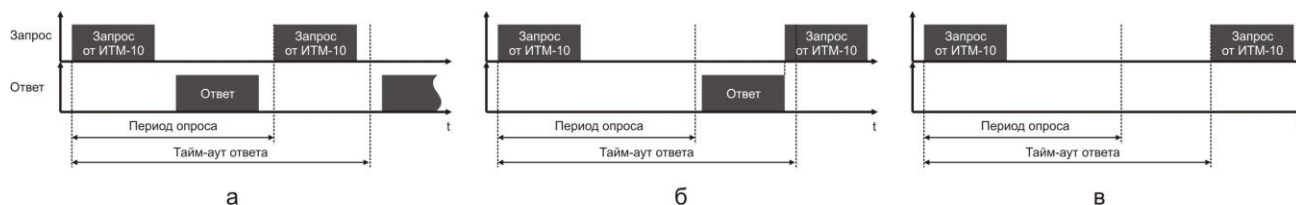

Рисунок 7.2 - Временные диаграммы приема-передачи данных ИМТ-10 в режиме MASTER
- В **параметрах 05, 06** задаются период опроса и тайм-аут ответа соответственно. Период опроса задается в пределах 10-10000мс. При нормальной работе за время этого периода прибор должен успеть передать запрос и принять ответ (рис.7.2.а). По истечении времени периода идет следующий запрос. Таким образом, каждый период ИТМ-10 будет получать данные от запрашиваемого прибора. Если же за время периода опроса ответ не приходит, посылка следующего запроса ожидается до истечения времени тайм-аута ответа. Если ответ придет до окончания тайм-аута, то сразу после его получения будет отправлен следующий запрос (рис.7.2.б). Если ответа не будет до окончания таймаута, тогда будет следующий запрос (7.2.в), и при этом светодиод ИНТ будет гореть до момента получения ответа. После пяти тайм-аутов с неполученным ответом на дисплее будет выведено сообщение об ошибке: